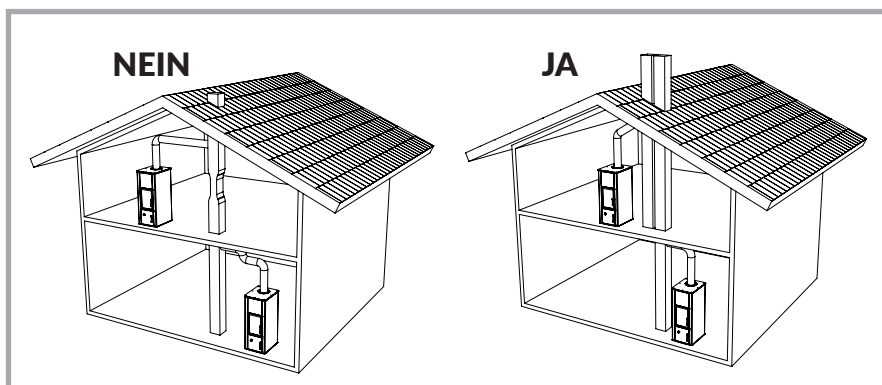

Abb. 6 - Beispiele für falsche und richtige Ausführung des Rauchabzugs.
Der Schornstein muss, unter Berücksichtigung der allgemeinen Umgebungs- und Umweltbedingungen, für den Anschluss des ausgewählten ZentralheizungsOfens geeignet sein. Sein Querschnitt muss so dimensioniert sein, dass der Rauch ohne Schwierigkeiten aus dem ZentralheizungsOfen abziehen kann. Bei Überdimensionierung würde sich der Schornstein nicht schnell genug erwärmen, was Kondenswasserbildung sowie schlechten Rauchzug zur Folge haben könnte. In Tabelle 1 ist der empfohlene Durchmesser für den Rauchabzug und die Höhe des Schornsteins (H) angeführt. Die Höhe des Schornsteins muss so bemessen sein, dass ein optimaler Rauchabzug garantiert wird. Je höher der Schornstein, desto besser ist der Rauchzug. Bei einer Schornsteinhöhe unter 4 Metern ist ein einwandfreier Betrieb des ZentralheizungsOfens nicht gewährleistet. Abgasrohre dürfen keine gewundenen oder waagrechten Abschnitte aufweisen und müssen immer mit Steigung zum Schornstein hin montiert werden; die Anzahl der Rohrbögen ist auf ein Minimum zu beschränken. Abb. 6 zeigt einige Beispiele für die richtige und falsche Ausführung des Rauchabzugs.